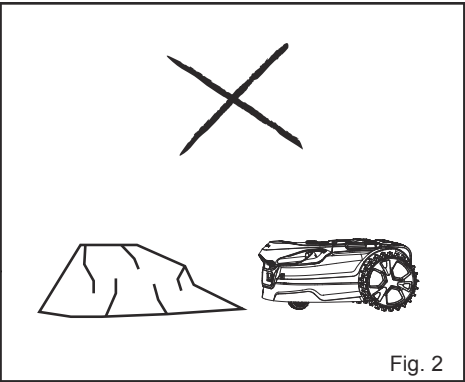

Fig. 2
- Retire todos los pequeños objetos sueltos que puedan dañar la cuchilla (Fig. 2).